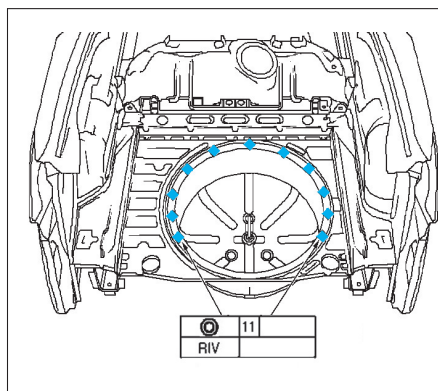

FIG. 139
- Riveter le logement de roue de secours (fig. 139).